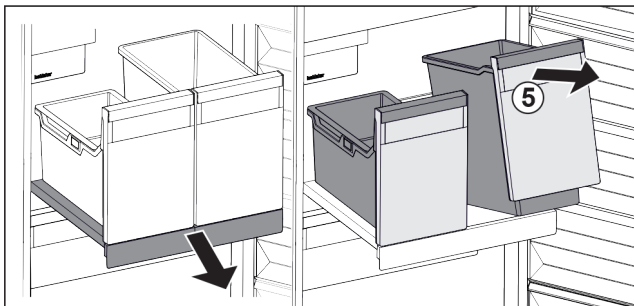

Fig. 123
- ▶ Приподнимите контейнеры Fig. 123 (5) спереди.